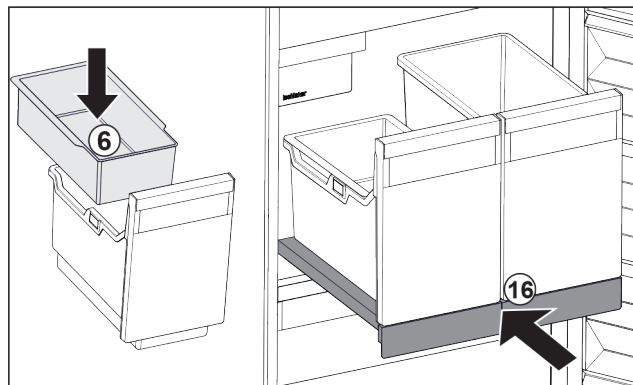

Fig. 107
- ▶ Вставьте навесной лоток Fig. 107 (6) для кубиков льда.
- ▶ Вставьте выдвижную панель с контейнером (IceTower). Fig. 107 (16)